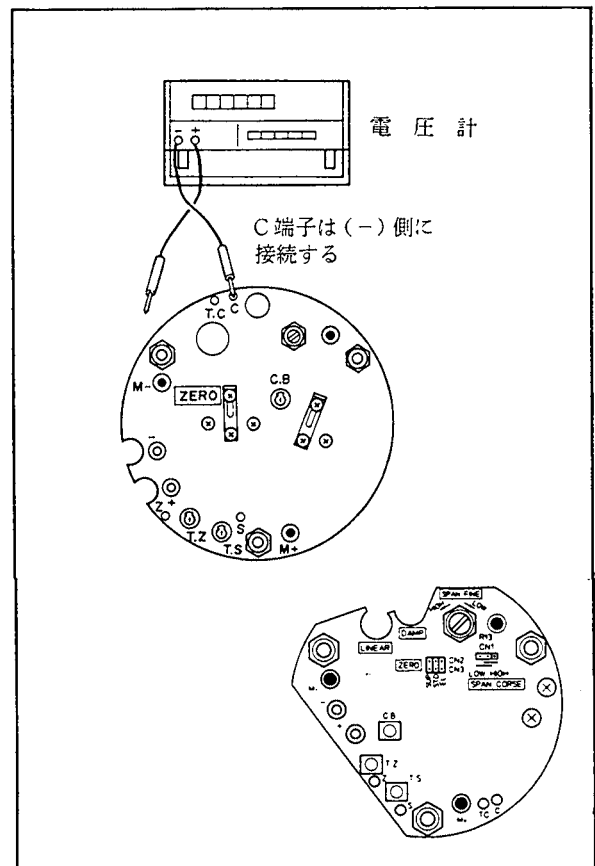

図6.13 温度補償回路のチェック端子
- (2) アンプユニットまたはカプセルアセンブリを交換した場合には、必要に応じ6.4.1項を参照してリニアリティ調整を行なってください。
- (3) C.Bボリウムを反時計方向に回し切ります(図6.13参照)。
- (4) T.Zボリウムを回しC-Z間の電圧が $0 \pm 2.5\text{mV}$ D.C以内になるように調整します。
- (5) T.Sボリウムを回しC-S間の電圧が $0 \pm 2.5\text{mV}$ D.C以内になるように調整します。
- (6) C.Bボリウムを回しC-TC間の電圧が $0 \pm 5\text{mV}$ D.C以内になるように調整します。
- (7) 6.4.2項を参照して、伝送器をご使用時の測定レンジに正しく調整します。ただし、測定レンジの0%が正または負方向に遷移している場合には、遷移量を零にしてください。